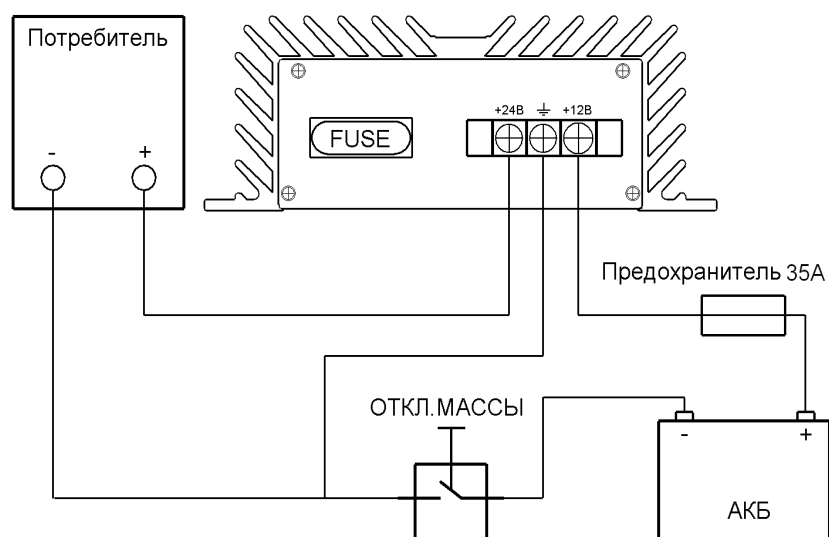

Рис. 1: Схема подключения ПН12/24-15
- 4.3. Подключите клемму «+12В» преобразователя к бортовой сети автомобиля через дополнительно установленный предохранитель. Номинал дополнительного предохранителя — 35А;(См. рис. 1).